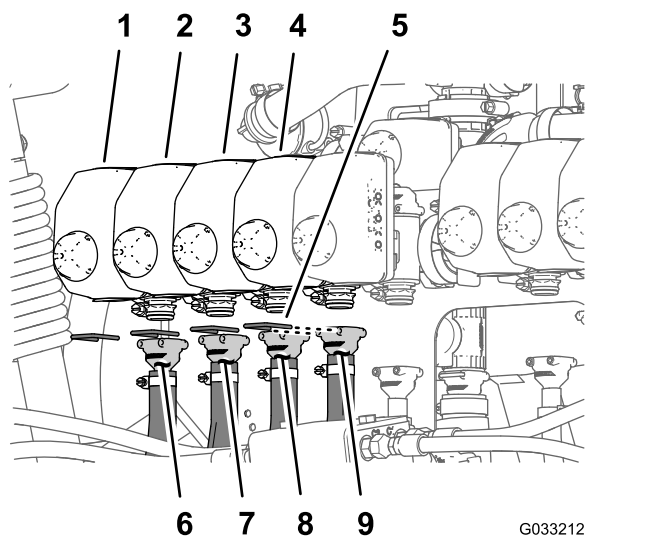
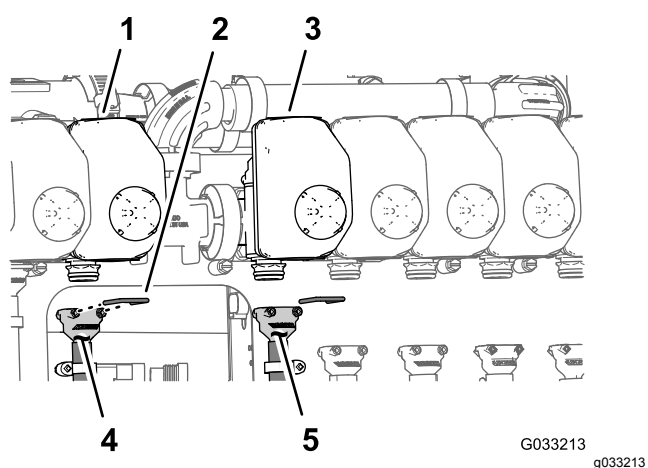
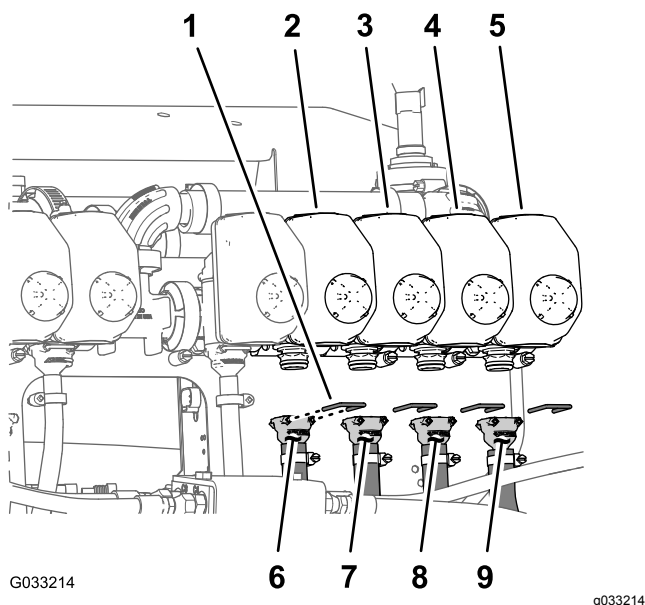

Figure 138
Figure 139
Figure 140
Remarque: Reportez-vous à la Figure 138 de la section Montage des flexibles sur les vannes de buse 1 à 4 (page 67), la Figure 139 de la section Montage des flexibles sur les vannes de buse 5 et 6 (page 67) et la Figure 140 de la section Montage des flexibles sur les vannes de buse 7 à 10 (page 68) pour les positions de vanne de buse.
1. Montez le raccord droit cannelé du flexible d'alimentation de 279 cm sur le raccord de la vanne de buse 1 (Figure 138).
2. Fixez le raccord cannelé au raccord de vanne avec un étrier (Figure 138).
3. Montez le raccord droit cannelé du flexible d'alimentation de 234 cm sur le raccord de la vanne de buse 2 (Figure 138).
4. Fixez le raccord cannelé au raccord de vanne avec un étrier (Figure 138).
5. Montez le raccord droit cannelé du flexible d'alimentation de 188 cm sur le raccord de la vanne de buse 3 (Figure 138).
6. Fixez le raccord cannelé au raccord de vanne avec un étrier (Figure 138).
7. Montez le raccord droit cannelé du flexible d'alimentation de 188 cm sur le raccord de la vanne de buse 4 (Figure 138).
8. Fixez le raccord cannelé au raccord de vanne avec un étrier (Figure 138).
1. Montez le raccord droit cannelé du flexible d'alimentation de 81 cm sur le raccord de la vanne de buse 5 (Figure 139).
2. Fixez le raccord cannelé au raccord de vanne avec un étrier (Figure 139).
3. Montez le raccord droit cannelé du flexible d'alimentation de 81 cm sur le raccord de la vanne de buse 6 (Figure 139).
4. Fixez le raccord cannelé au raccord de vanne avec un étrier (Figure 139).
1. Montez le raccord droit cannelé du flexible d'alimentation de 188 cm sur le raccord de la vanne de buse 7 (Figure 140).
2. Fixez le raccord cannelé au raccord de vanne avec un étrier (Figure 140).
3. Montez le raccord droit cannelé du flexible d'alimentation de 188 cm sur le raccord de la vanne de buse 8 (Figure 140).
4. Fixez le raccord cannelé au raccord de vanne avec un étrier (Figure 140).
5. Montez le raccord droit cannelé du flexible d'alimentation de 234 cm sur le raccord de la vanne de buse 9 (Figure 140).
6. Fixez le raccord cannelé au raccord de vanne avec un étrier (Figure 140).
7. Montez le raccord droit cannelé du flexible d'alimentation de 279 cm sur le raccord de la vanne de buse 10 (Figure 140).
8. Fixez le raccord cannelé au raccord de vanne avec un étrier (Figure 140).